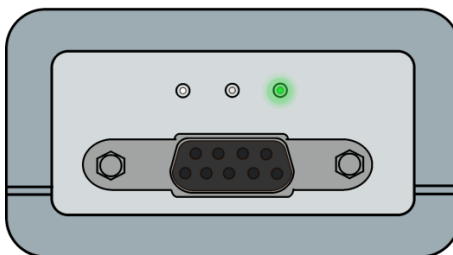

Рисунок 18 – Индикация работы УСА в режиме измерения частоты
5. На УСА выбрать режим работы: измерение частоты (рис. 18, светодиод горит постоянно, см. руководство по эксплуатации УСА).